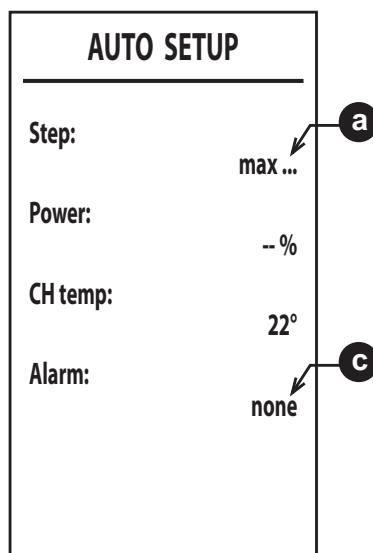

fig. 52
6. Na de inschakeling doorloopt de brander bij verwarming de verschillende vermogens (max, med, min) die aangegeven worden vanaf punt **a** (fig. 52).
8. Wanneer de inschakelingssequentie die beschreven is onder punt "6" niet gelukt is, verschijnt de tekst **max_err** bij punt **a** en een foutcode bij punt **c** (fig. 52).